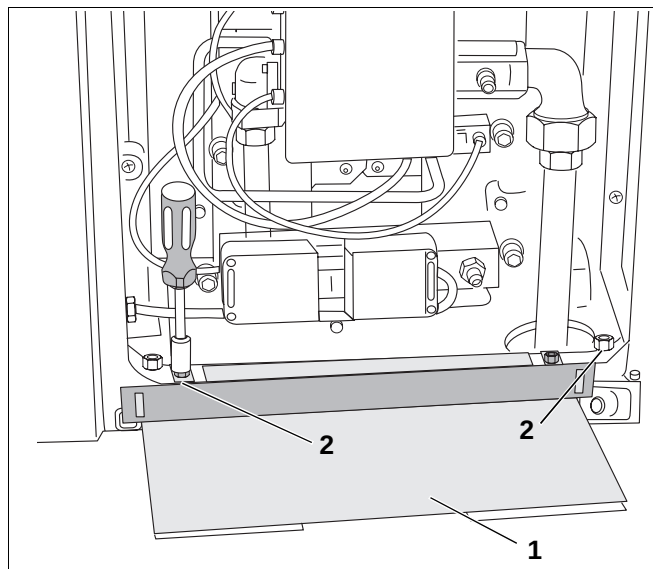
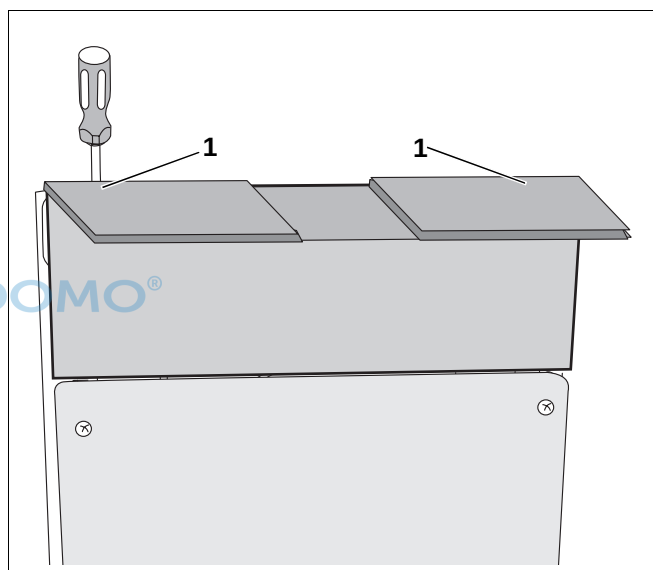

Abb. 20 Nischenrahmen Unterseite
Abb. 21 Nischenrahmen Oberseite
- Die beiden kurzen Bleche (Abb. 20, **Pos. 1** und Abb. 21, **Pos. 1**) für Ober- und Unterseite mit jeweils zwei Blechschrauben (Abb. 20, **Pos. 2** und Abb. 21) auf der Grundplatte bzw. auf der Strömungssicherung anschrauben.